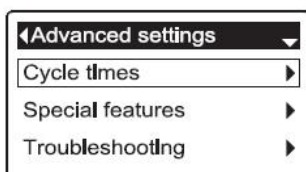

РИС. 61
3. Нажать кнопку ВЫБОР (O) для отображения меню **Дополнительные установки** (См. Рисунок 61).